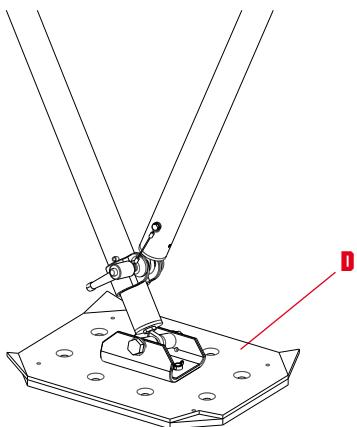

Abb. 4A
- die Gewindezapfen der Schäkel (M) einschrauben und festziehen.
c) Die Grundplatten (D) mit den entsprechenden Schrauben verbinden und dabei die Seite wählen, die am besten für die vorhandene Auflagefläche passt:
- Gummiseite für glatte und harte Oberflächen (Abb. 4A),